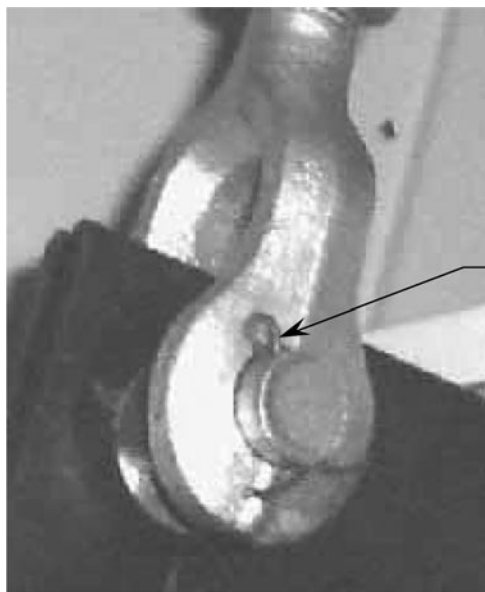

图 2.32 - 扼流圈柜
- 移除底部花兰螺丝钳口的开口销(请参阅图 2.32)，然后再移除顶部的。小心地卸下花兰螺丝。保存起来供将来使用。